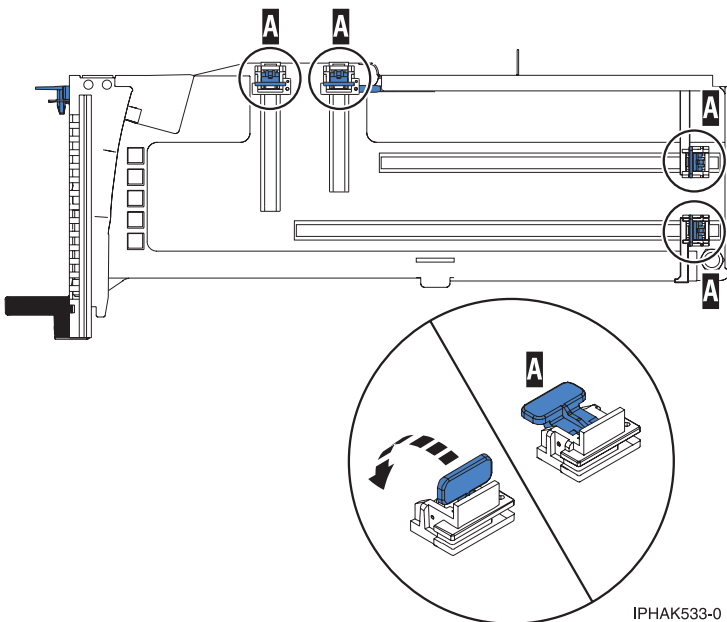

Figure 52. Crochets de retenue de l'adaptateur de carte dans une cassette
- a. Vérifiez que tous les crochets de retenue de carte sont repoussés vers les bords de la cassette pour permettre l'installation de la carte. Voir figure 52.